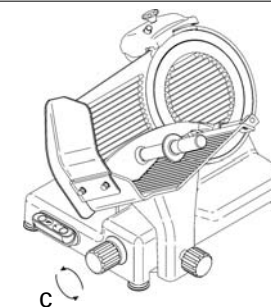

Abb. 37
- die Öffnung des Segels überprüfen, indem man den nummerierten Drehgriff vorwärts und rückwärts dreht (Abb.37 Detail c);